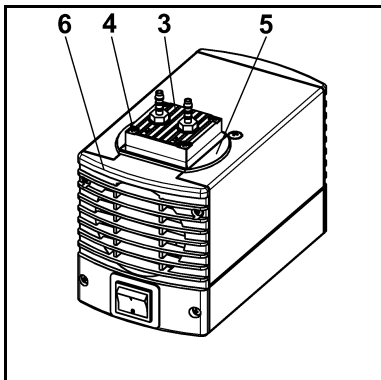

Abb. 5: Pumpenkopf abmontieren
1. Kopfdeckel (Abb. 5/3), Abdeckung (5) und Gehäusedeckel (6) mit einem durchgehenden Bleistiftstrich markieren. Damit lässt sich ausschließen, dass die Teile beim späteren Zusammenbau falsch montiert werden.
2. Die vier Kopfdeckelschrauben (4) lösen und den Kopfdeckel (3) zusammen mit der Abdeckung (5) vom Pumpengehäuse abnehmen.
1. Zwischenplatte (2) mit Ventilplatten/Dichtungen (7) entsprechend der Bleistiftmarkierung auf das Gehäuse setzen.
2. Kopfdeckel (3) zusammen mit der Abdeckung (Abb. 5/5) entsprechend der Markierung auf das Gehäuse (Abb. 6/1) setzen.
3. Durch leichte seitliche Bewegung des Kopfdeckels (3) dessen Zentrierung prüfen.
4. Schrauben (4) über Kreuz handfest anziehen.